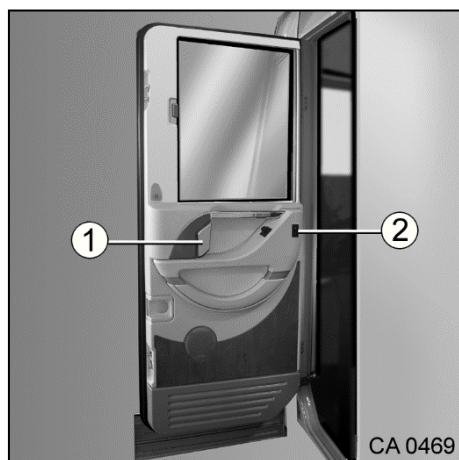

Fig. 37 Intérieur de la portière de cabine
1. Tirer sur la poignée (Fig. 37/1). Le verrou de la portière est automatiquement déverrouillé.
1. Actionner le bouton-poussoir (Fig. 37/2). La fenêtre s'ouvre/se ferme automatiquement.